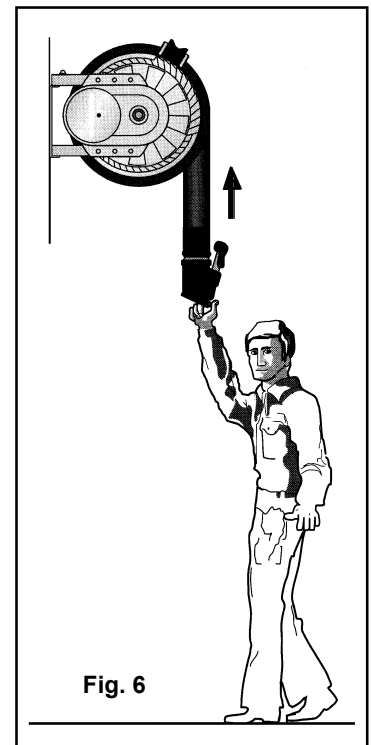

Fig. 6
- ・ ラバーノズルを持って排気ホースを下に引き、排気ホースが引き出せることを確認してください。排気ホースを下ろす際にカチカチとラッチ音が鳴るところで手を緩め、その位置でラッチ装置のロックが掛かることを確認してください。(Fig. 6)